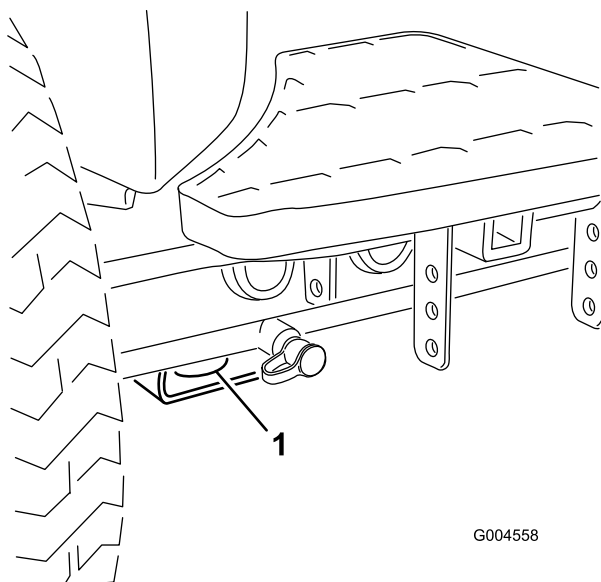
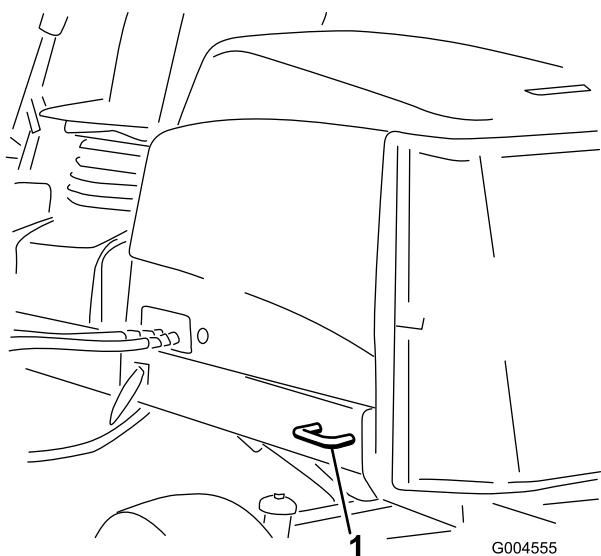

Figure 36
Figure 37
5. Servez-vous des points d'attache en métal de la machine pour l'arrimer solidement sur la remorque ou le véhicule de transport au moyen de sangles, chaînes, câbles ou cordes (Figure 36 et Figure 37).
- Avant – trou du patin rectangulaire, sous le tube d'essieu, à l'intérieur de chaque roue avant (Figure 36)
- Arrière – chaque côté de la machine sur le cadre arrière (Figure 37)